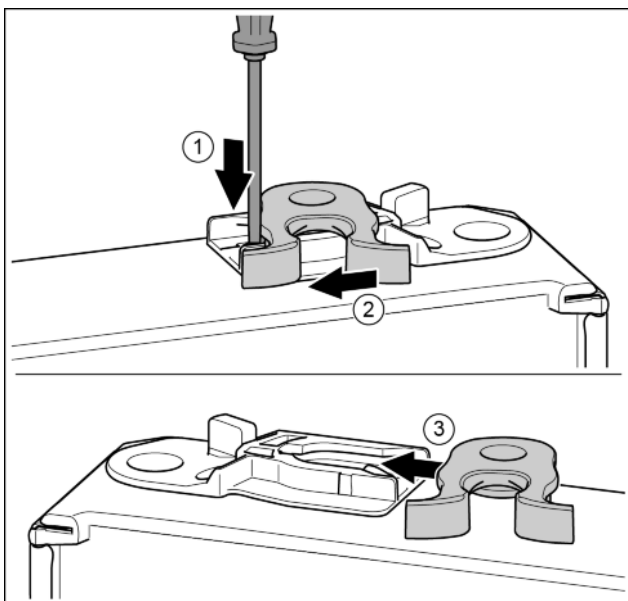

Fig. 17\*
- ▶ Lasche mit Schlitzschraubendreher nach unten drücken. Fig. 17 (1)\*
- ▶ Schließhaken aus Führung ziehen. Fig. 17 (2)\*
- ▶ Schließhaken auf anderer Seite in Führung schieben. Fig. 17 (3)\*